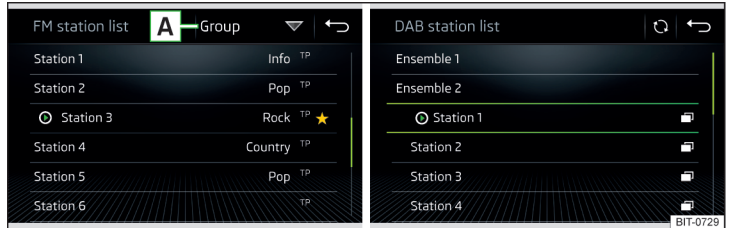
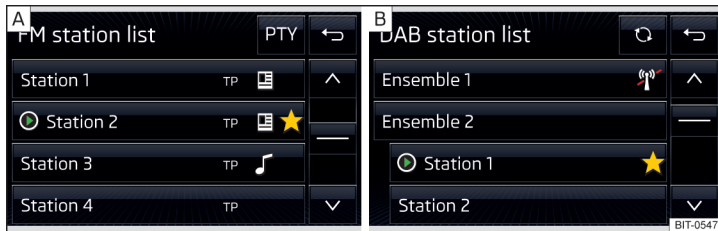

Abb. 149 Amundsén, Bolero: Beispiel der Liste verfügbarer FM/DAB-Sender
Abb. 150 Swing: Beispiel der Liste verfügbarer FM/DAB-Sender (hierarchische Sortierung)
- Zur **Sortierung** (FM) der Sender in alphabetischer Reihenfolge, laut Gruppe oder Genre, die Funktionsfläche **A** » Abb. 149 antippen » **!**.
- Zur **Filterung** der Sender nach dem Programmtyp (bspw. Kultur, Musik, Sport u. Ä.) in der FM-Senderliste (bei eingeschalteter RDS-Funktion) und der DAB-Senderliste (bei gewählter globaler Sortierung der Senderliste) die Funktionsfläche **PTY** » Abb. 150 - **A** antippen.
Im Rundfunkbereich **AM** und **DAB** erfolgt die Aktualisierung manuell durch Antippen der Funktionsfläche \odot » Abb. 149 bzw. » Abb. 150.